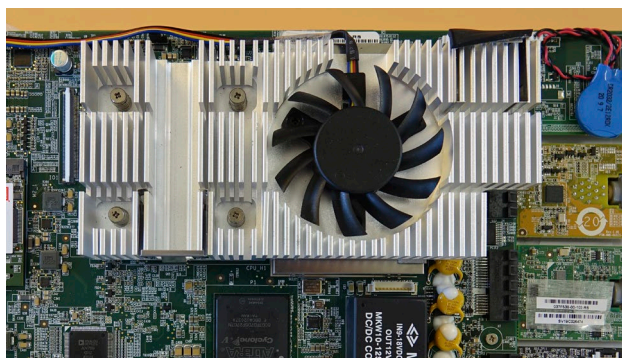

Рис. 25. Установка вентилятора
- e) Установите новый вентилятор так, чтобы кабель располагался у верхней стороны устройства отображения (рис. 25)